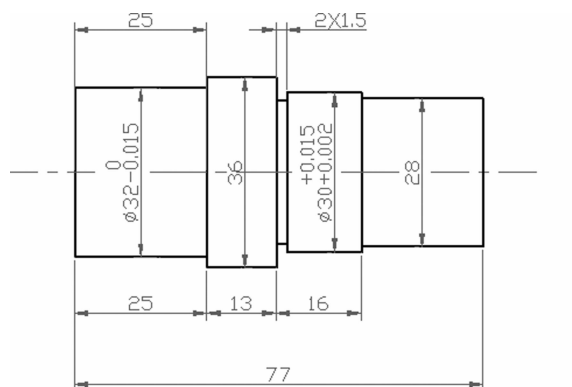

图 2-4 车 轴
【例 2-2】 绘制图 2-4 所示的车轴(不必进行标注)。
绘制如图 2-4 所示的车轴时,可以先用“矩形”命令绘制不同尺寸的矩形,再用“移动”命令组合车轴。绘制车轴的方法有许多种,这里只讲其中一种,操作提示如下:
(4) 移动其他矩形, 结果见图 2-4。